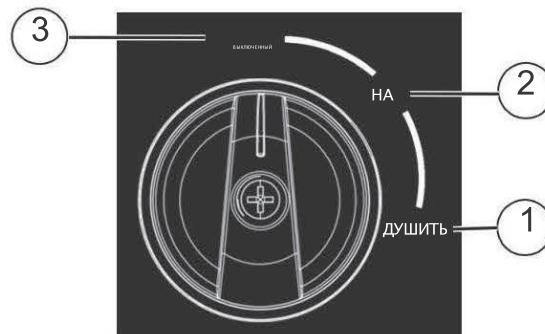

Рисунок 3-2. Положения ВЫКЛ/ВКЛ/ДРОССЕЛЬ
2. См. рис.3-2. Поверните диск ВЫКЛ/ВКЛ/- ДРОССЕЛЬ в положение ДРОССЕЛЬ (1).
- Смотрите рисунок 3-2. Когда двигатель запустится, поверните ВЫКЛ./ВКЛ./ПЕРЕКЛЮЧАТЕЛЬ ДРОССЕЛЯ в положение ВКЛ. (2). Работа ДРОССЕЛЯ уменьшается при ВЫКЛ./ВКЛ./Диск дросселя повернут в сторону ЕДИНИЦЫ.
- Смотрите рисунок 3-2. Поверните диск ВЫКЛЮЧЕНИЯ/ВКЛЮЧЕНИЯ/дроссельной заслонки в положение ВЫКЛ. (3).
- Смотрите рисунок 3-2. Поверните диск ВЫКЛЮЧЕНИЯ/включения/дроссельной заслонки от УПОРА до ВКЛ. Это откроет топливный клапан и позволит запустить двигатель.